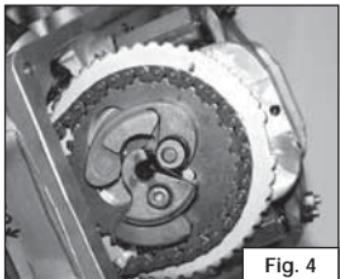

Fig. 4
- Togliere la molla di richiamo della massa , avendo cura che non cada nel basamento (**Fig. 4**).
- Remove the torsion spring being careful not to drop it into the crankcase (**Fig. 4**).
- Enlever le ressort de rappel de la masse en faisant attention de ce ressort ne tombe pas dans les carters (**Fig. 4**).
- Reassemble the torsion spring (3 to 4 turns of the spring to load it will suffice) (Fig. 4).
- Montare la molla di richiamo (Fig. 4).